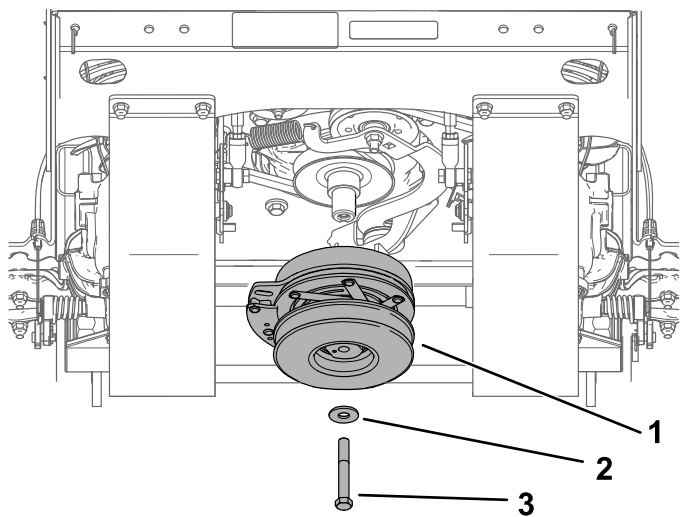

Figura 57
5. Remova a polia da embraiagem (Figura 57).
13. Instale a polia da embraiagem (Figura 57). Aperte o parafuso com uma força de 68 a 81 N·m.
14. Instale a placa de proteção (Figura 57).